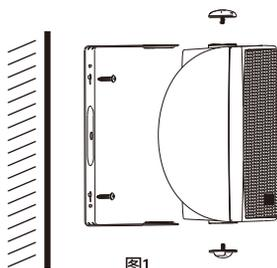

图1
3. 标记出2个螺丝安装孔的位置(见图1)。
阻抗匹配音量控制器的用途就是补偿由于多个喇叭和一个功放连接所造成的阻抗减少。可以通过成倍提高扬声器的阻抗来达到这样的目的。怎样改变倍数呢? 其实很简单, 我们只需要把跳线拔出来插进相应的位置就可以了(见下图1), 注意整个系统内的所有的阻抗匹配音量控制器的跳线都应该放置在相同的位置, 而且每个控制器上的两个跳线也要放置在同样的位置。